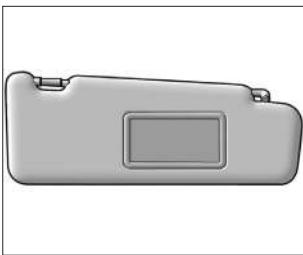

Рис. 4.3.3. Солнцезащитный козырек переднего пассажира
***В вариантом исполнении*** в солнцезащитном козырьке пассажира (рис. 4.3.3) расположено индивидуальное зеркало.